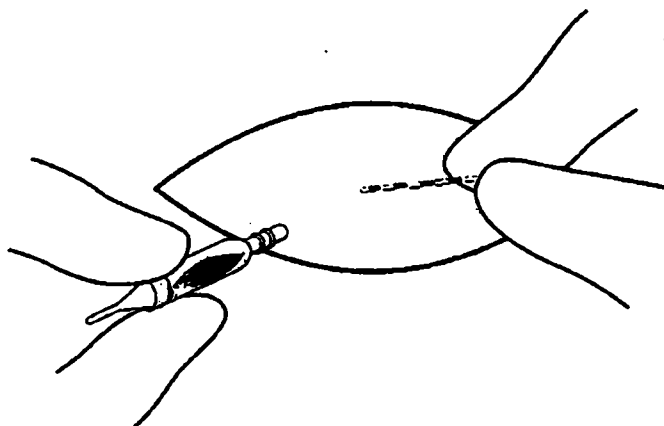

Figura 8. Retire el capuchón del electrodo y la funda del conector.
8. Retire el capuchón del electrodo y la funda del conector a través de la incisión y deséchelos (Figura 8).